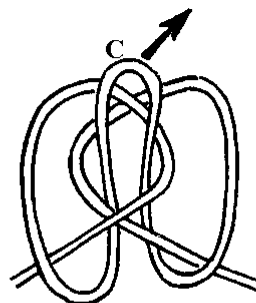
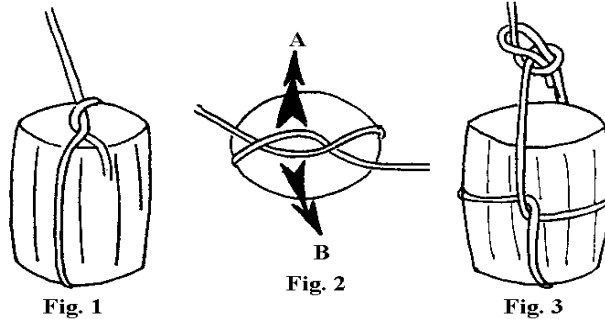

Fig. 2
Fig. 3
**Ejecución:** se pasa la soga a lo largo del barril y en la parte superior se hace un nudo simple (fig. 1). Luego se tira para cada lado de la cuerda "A" y de la cuerda "B", y se bajan por el costado del barril (fig. 2). Se termina con un as de guía (fig. 3). Si se quiere reforzar se repite la operación.